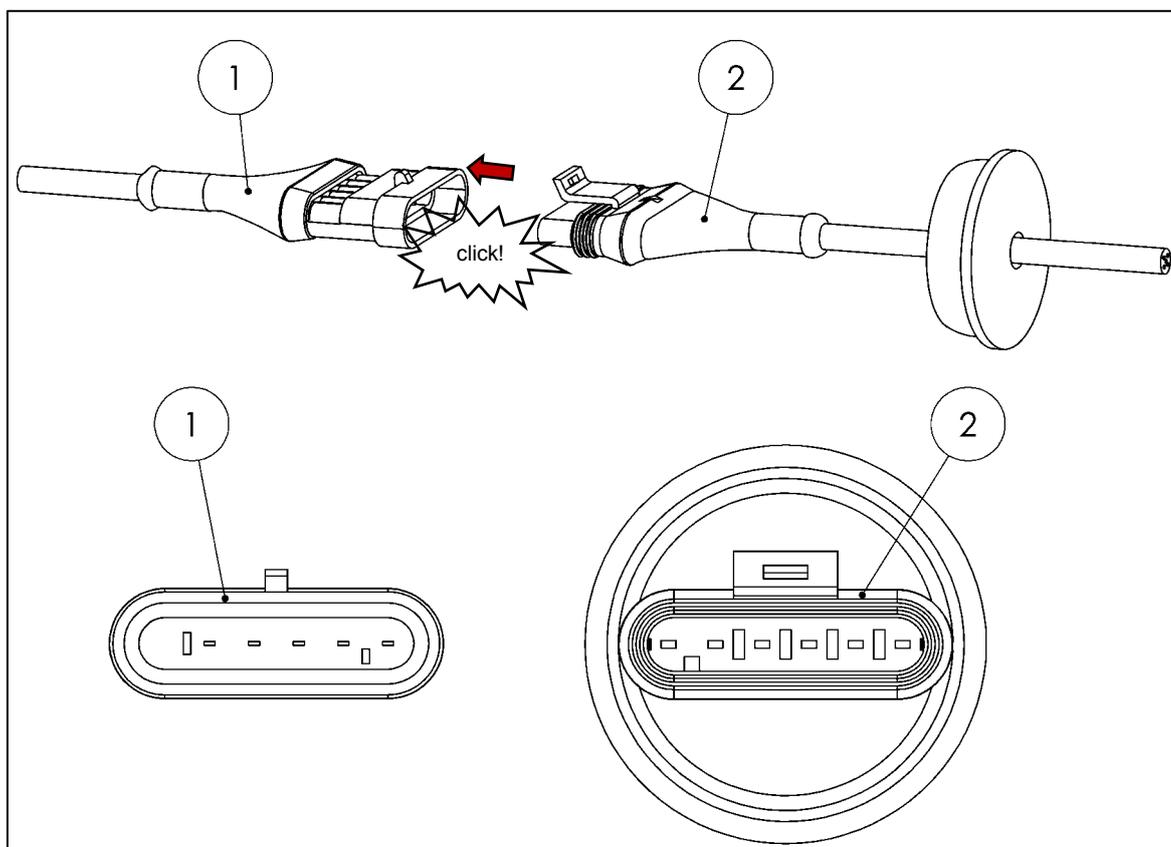

Fig. 62
- Inserte el conector del cable de la plataforma (1) al conector de la unidad de control (2) (ver Fig. 62)